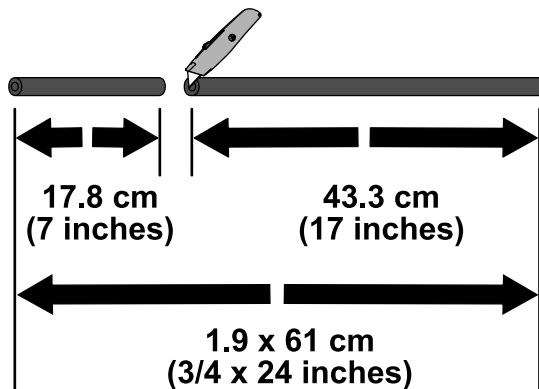

Figura 4
1. Mida 17,8 cm desde el extremo de la manguera de 1,9 cm x 61 cm y marque esa posición (Figura 4).